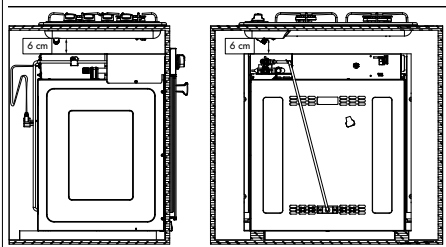

Figura 23.
- Al utilizar su horno se generan vapores calientes que salen al exterior que pueden ocasionar desprendimiento de los cantos o enchapes de su mueble, por lo tanto, es necesario garantizar una distancia mínima de 4,5 cm en la parte posterior del mueble (Ver figura 23).